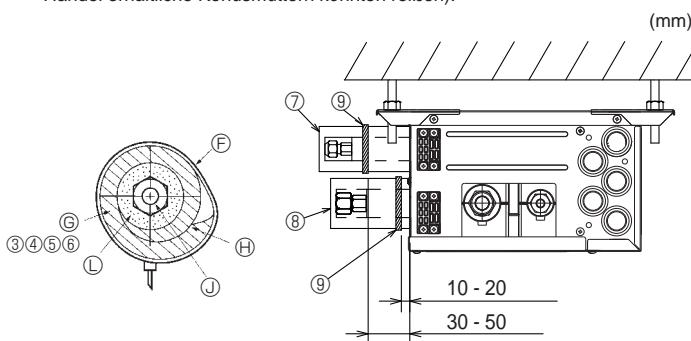
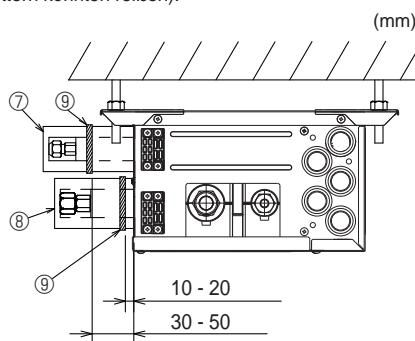

Fig. 7-3
Fig. 7-4
- (1) Nehmen Sie die Konusmuttern und -Kappen vom Verteilerkasten ab.
- (2) Weiten Sie die Enden der Flüssigkeits- und Gasleitungen auf, und tragen Sie Kühlmittelöl (zusätzlich zu erwerben) auf den geweiteten Sitz auf. Tragen Sie kein Öl an den Gewindeabschnitt auf.
- (3) Schließen Sie das Kühlmittelrohr unverzüglich an. Ziehen Sie die Konusmuttern immer mit dem in der folgenden Tabelle angegebenen Drehmoment an, indem Sie einen Drehmomentschlüssel und einen Doppelschraubenschlüssel verwenden.
- (4) Drücken Sie die Rohrabdeckungen ③ und ⑤ an den Flüssigkeitsrohren gegen das Gerät und umwickeln Sie sie, um sie zu befestigen. (Fig. 7-3)
- (5) Drücken Sie die Rohrabdeckungen ④ und ⑥ an den Gasrohren gegen das Gerät und umwickeln Sie sie, um sie zu befestigen. (Fig. 7-3)
- (6) Schrauben Sie die mitgelieferten Schlauchschellen ⑨ in einem Abstand von etwa 10-20 mm von den Enden der Rohrabdeckungen fest(③④⑤⑥).
- (7) Wenn das Innengerät nicht angeschlossen wird, bringen Sie die mitgelieferten Rohrabdeckungen (mit Kappen, ⑦ und ⑧) an den Kühlmittelanschlüssen des Verteilerkastens an, um zu vermeiden, dass Kondensat von den Rohren tropft. (Fig. 7-4)
- (8) Schrauben Sie die Rohrabdeckungen (⑦⑧) mit den mitgelieferten Schlauchschellen ⑨ fest.
- ⑥ Schlauchschelle ⑨
- ⑦ Rohrabdeckungen ③④⑤⑥
- ⑧ Festziehen
- ⑩ Kühlmittelrohr
- ⑪ Wärmeisolierung für Kühlmittelleitung
► Gehen Sie wie folgt vor für die Teile des Verteilerkastens die nicht an einem Innengerät angeschlossen sind. (Fig. 7-4)
- (1) Zur Verhinderung von Kältemittelaustritt sorgen Sie bitte dafür, daß die Konusmuttern gemäß den in Tabelle 3 angegebenen Drehmomenten* angezogen sind.
- (2) Zur Verhinderung von Kondenswasserbildung müssen die Rohrabdeckungen ⑦ installiert und mit den mitgelieferten Bändern ⑧ befestigt werden.